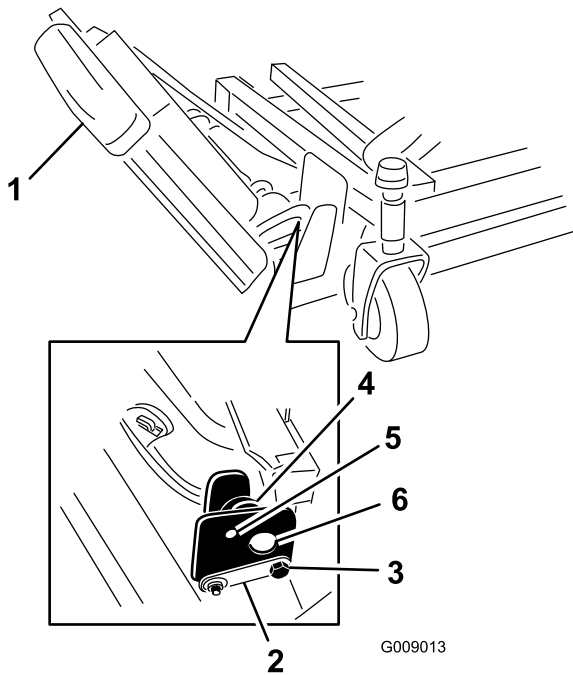

Рисунок 3
- Выверните гайки, которые крепят передний и задний фиксирующие болты к опорам правого крыла деки (Рисунок 3).
- Поддерживая правое крыло, снимите передний и задний фиксирующие болты с опор деки (Рисунок 3).